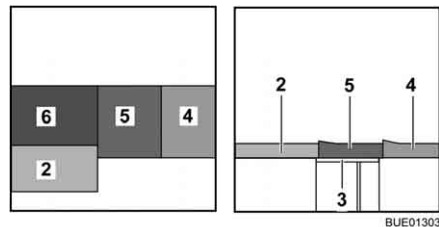

Bild 120 Efter ombyggnaden
- Lägg sittdynan (Bild 120,5) i mitten.
- Lägg ryggdynan (Bild 120,4) mellan sittdynan och väggen.